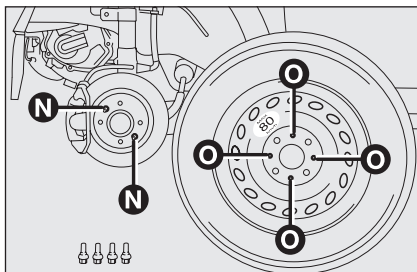

fig. 7
- monter la roue galette en faisant coïncider l'axe **N**-fig. 7 avec l'un des orifices **O** se trouvant sur la roue;